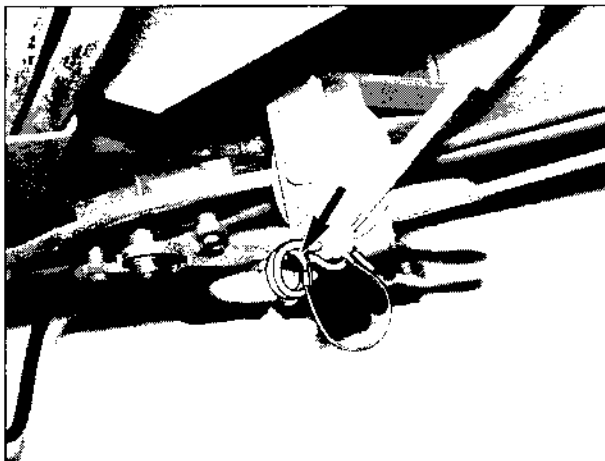

Bild 89
7. Federstecker (Bild 89/Pfeil) an der Seilrolle für das vordere Spannseil herausziehen, Spannseil ablassen und Federstecker wieder einstecken.